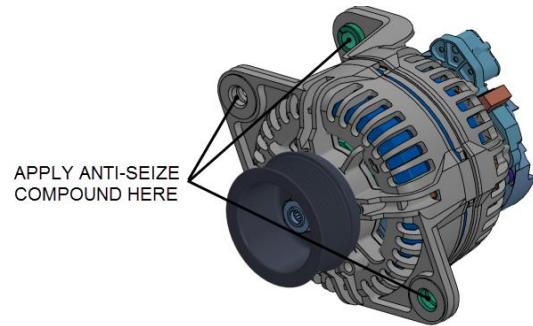
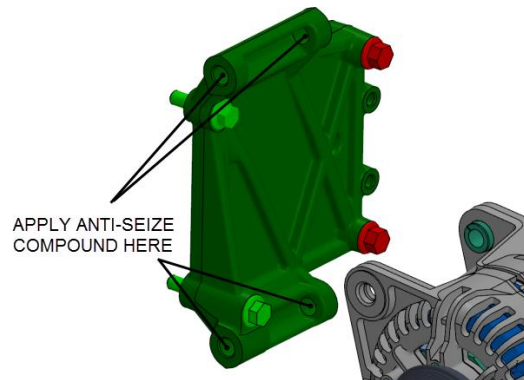

FIGURE 14
FIGURE 15
20. Appliquer du composé anti-grippage (anti-seize compound) (Prevost p/n: 680335) à l'intérieur des œillets de montage des alternateurs (FIGURE 14) et à l'intérieur des douilles du support d'alternateur (FIGURE 15).